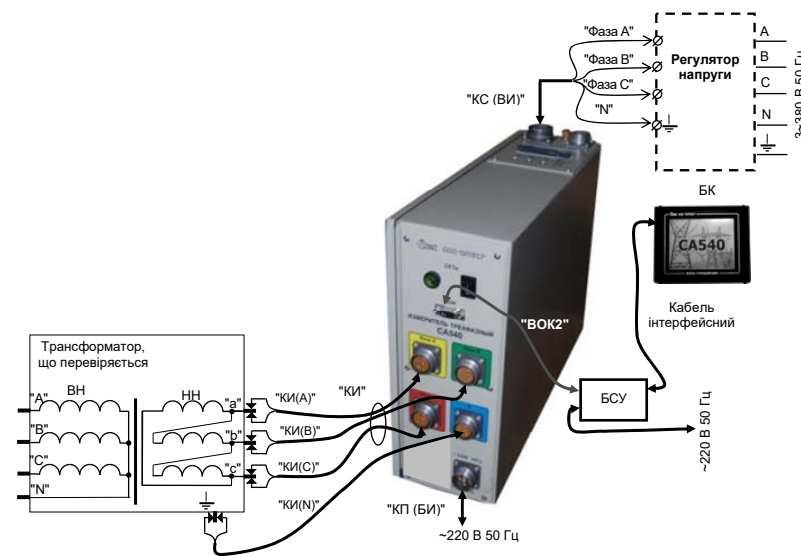

Рисунок 6.49
3) Перейти у вікно "Головне меню", для чого натиснути в будь-якому місці екрану БК (рисунок 6.49). На екрані з'явиться вікно "Головне меню" (рисунок 6.51)